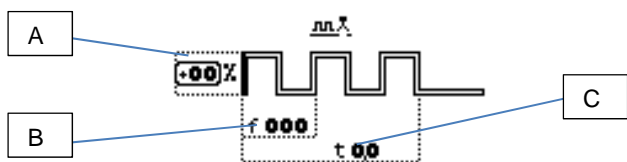

Fig.10
**OPZIONE DI SALDATURA E-START (OPTIONAL) SOLO TIG DC.** Start pulsato utilizzabile solo nel metodo di saldatura in DC con innesco ad alta frequenza, utilissimo per ottimizzare la puntatura delle lamiere nella fase iniziale della saldatura. Impostare la corrente di saldatura (fig. 3 rif. N), selezionare, infine, tramite l'encoder **S1** il sottomenù di opzione (fig. 3 rif. D) e impostare la percentuale della seconda corrente di saldatura pulsata rispetto alla prima (fig. 10 rif. A) dal -50% a + 99%, la frequenza di saldatura (fig. 10 rif. B), da 50 a 200Hz, e il tempo di puntatura (fig. 10 rif. C) da 0,1 a 9,9 sec.